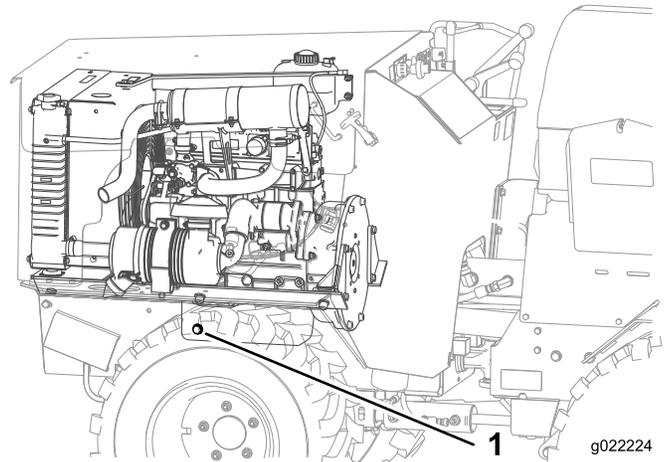

Figura 24
4. Retire el tapón de llenado y el perno de vaciado (Figura 24).